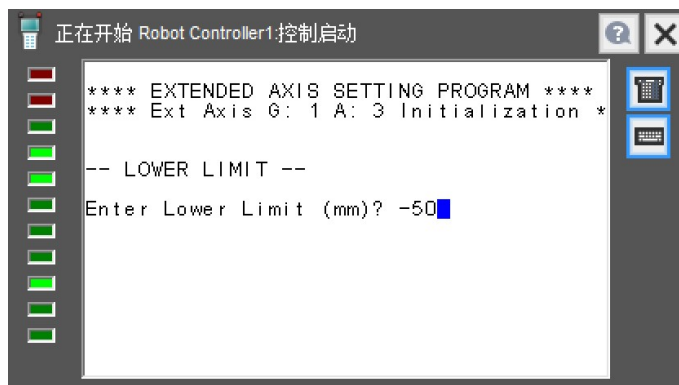

图 4.1.15
- 15) 在图 4.1.15 中选择最小行程，根据导轨实际行程，输入相应值，点击 ENTER 键确认。